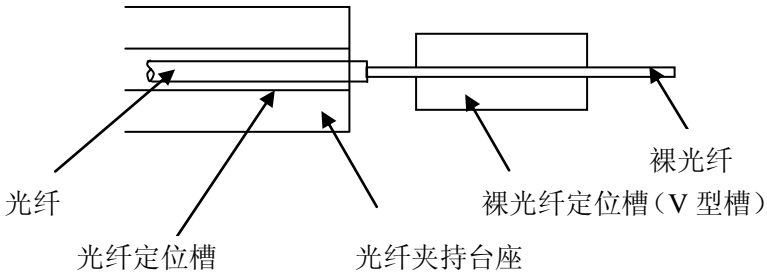

图 6-1 左光纤装入左定位槽示意图
- 打开防尘罩，查看图 6-1 所示光纤装夹部位有无灰尘或其它异物（例如碎光纤、棉花丝等）。
- 打开熔接机电源开关，然后参照图 6-1 和图 2-2 装好左右光纤。装光纤时请注意裸光纤切断长应为 10mm~16mm；裸光纤要放在 V 型槽中；光纤大压板将光纤压牢且自然平直。要求光纤最好在显示屏上可见，但不重叠，再轻轻盖好防尘罩。